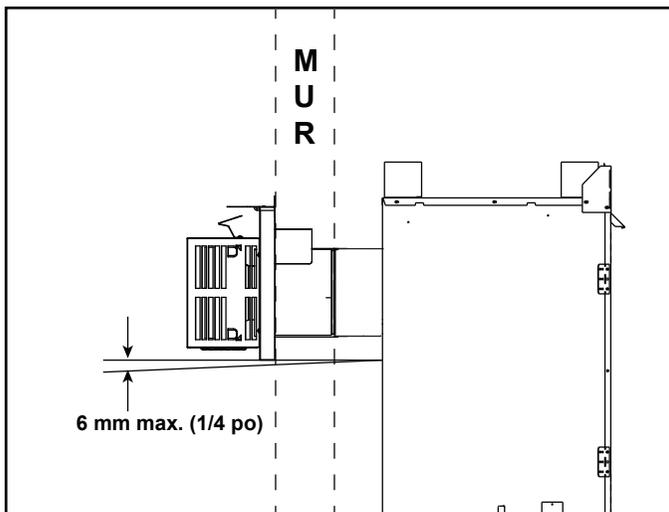

Figure 4.8
- Le chapeau de l'extrémité horizontale devrait avoir une inclinaison vers le bas de 64 mm afin de permettre à toute humidité du chapeau d'être libérée. Voir la figure 4.8.